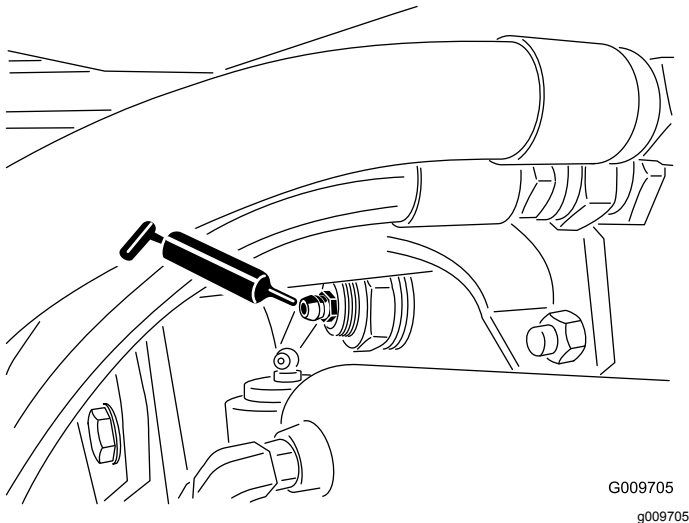

Figura 34
- Casquilhos da articulação do eixo traseiro (2), como se mostra na Figura 34